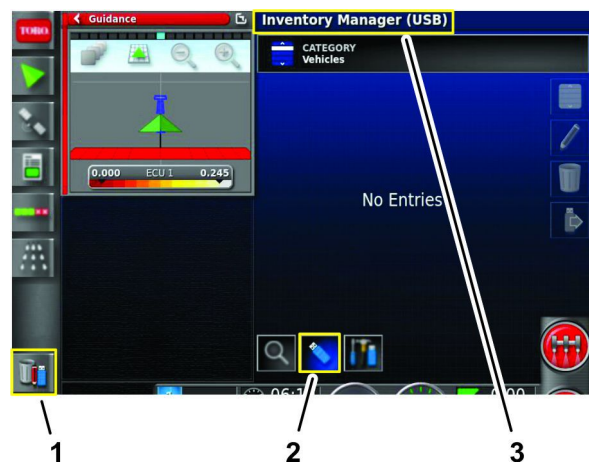

Bild 87
3. Tippen Sie auf das Bestandsmanager-Symbol (Bild 87).
4. Wenn der Titel in der obersten Bildschirmzeile Bestandsmanager (USB) anzeigt, tippen Sie auf das Symbol Ansicht wechseln (Bild 87).